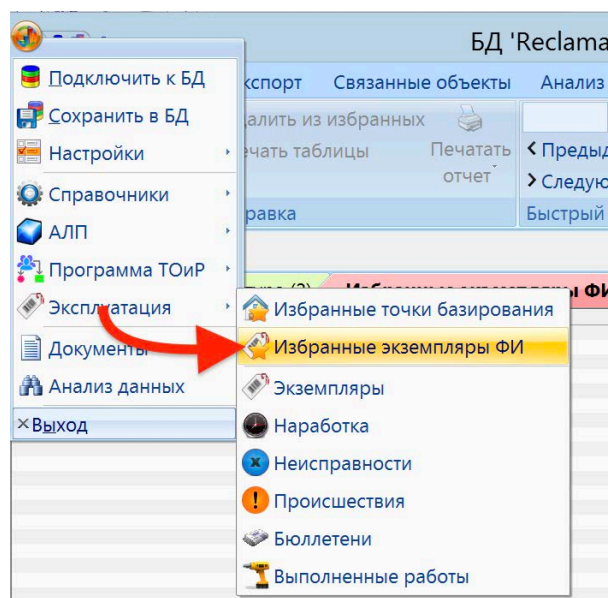

Рис. 9-13 – Открытие рабочего окна «Избранные экземпляры ФИ»
- для просмотра списка избранных экземпляров ФИ открыть рабочее окно «Избранные экземпляры ФИ, используя команды меню управляющей кнопки (рис. 9-13).